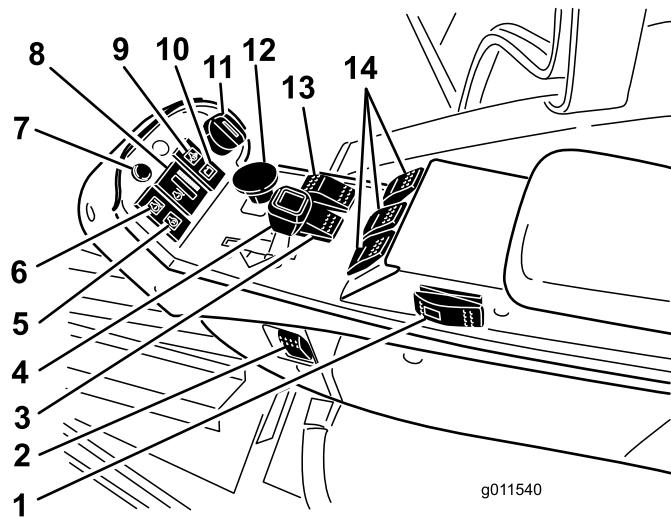

Figure 4
Le témoin de diagnostic (Figure 4) s'allume si un défaut du système est détecté.
Dans des conditions de fonctionnement normales, la jauge (Figure 4) doit se trouver dans le vert. Vérifiez le circuit de refroidissement si la jauge passe au jaune ou au rouge.
Ce témoin (Figure 4) s'allume pour indiquer une baisse de pression dangereuse de l'huile moteur.
Ce témoin (Figure 4) s'allume pour indiquer une défaillance du circuit de charge.
Le commutateur à clé (Figure 4) a trois positions : arrêt, contact/préchauffage et démarrage.
La commande de PDF (Figure 4) a deux positions : engagée (sortie) et désengagée (rentrée). Tirez sur le bouton de PDF pour engager les lames des plateaux de coupe. Appuyez sur le bouton pour désengager les lames des plateaux de coupe.
Lorsque la vitesse de tonte (lente) est sélectionnée, appuyez de façon continue sur le commutateur du diviseur de débit (Figure 4) pour améliorer la motricité si les conditions d'utilisation sont difficiles.
Ce sélecteur (Figure 4) permet d'augmenter la gamme de vitesse pour le transport de la machine. Les plateaux de coupe ne fonctionnent que dans la gamme haute. De plus, les plateaux de coupe ne peuvent pas être abaissés de la position de transport quand le sélecteur est en position gamme haute. Si le sélecteur est déplacé de la position gamme basse (LO) à la position gamme haute (HI) avec les plateaux de coupe abaissés et/ou la PDF engagée et/ou le régulateur de vitesse engagé, la position HI ne sera pas sélectionnée. Pour que la sélection soit possible, le sélecteur doit être placé à la position "LO" et toutes les exigences doivent être satisfaites.
Ces commandes (Figure 4) permettent de relever et d'abaisser les plateaux de coupe. Poussez les commandes en avant pour abaisser les plateaux de coupe et en arrière pour les relever. Quand vous démarrez la machine, avec les plateaux de coupe abaissés, appuyez sur la commande de relevage pour permettre aux plateaux de coupe de flotter et de tondre.
Déplacez la manette (Figure 4) en avant pour augmenter le régime moteur et en arrière pour le diminuer.
Appuyez sur le bord inférieur de l'interrupteur (Figure 4) pour allumer l'éclairage. Appuyez sur le bord supérieur de l'interrupteur pour éteindre l'éclairage.
Ce témoin (Figure 4) s'allume pour indiquer que les bougies de préchauffage sont activées.
Le témoin (Figure 4) s'allume et les plateaux de coupe s'arrêtent (la PDF est désengagée) si le moteur atteint une température dangereuse. Si la température continue de monter, le moteur s'arrête.